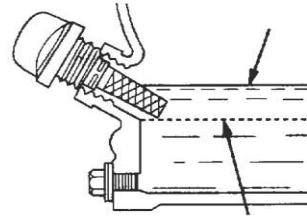

Figura 3. Varilla de Nivel de Aceite
4. Si el nivel de aceite es bajo (Figura 3), llene hasta el borde del nivel de aceite con el tipo de aceite recomendado (Tabla 5). La capacidad máxima de aceite es 400 cc.